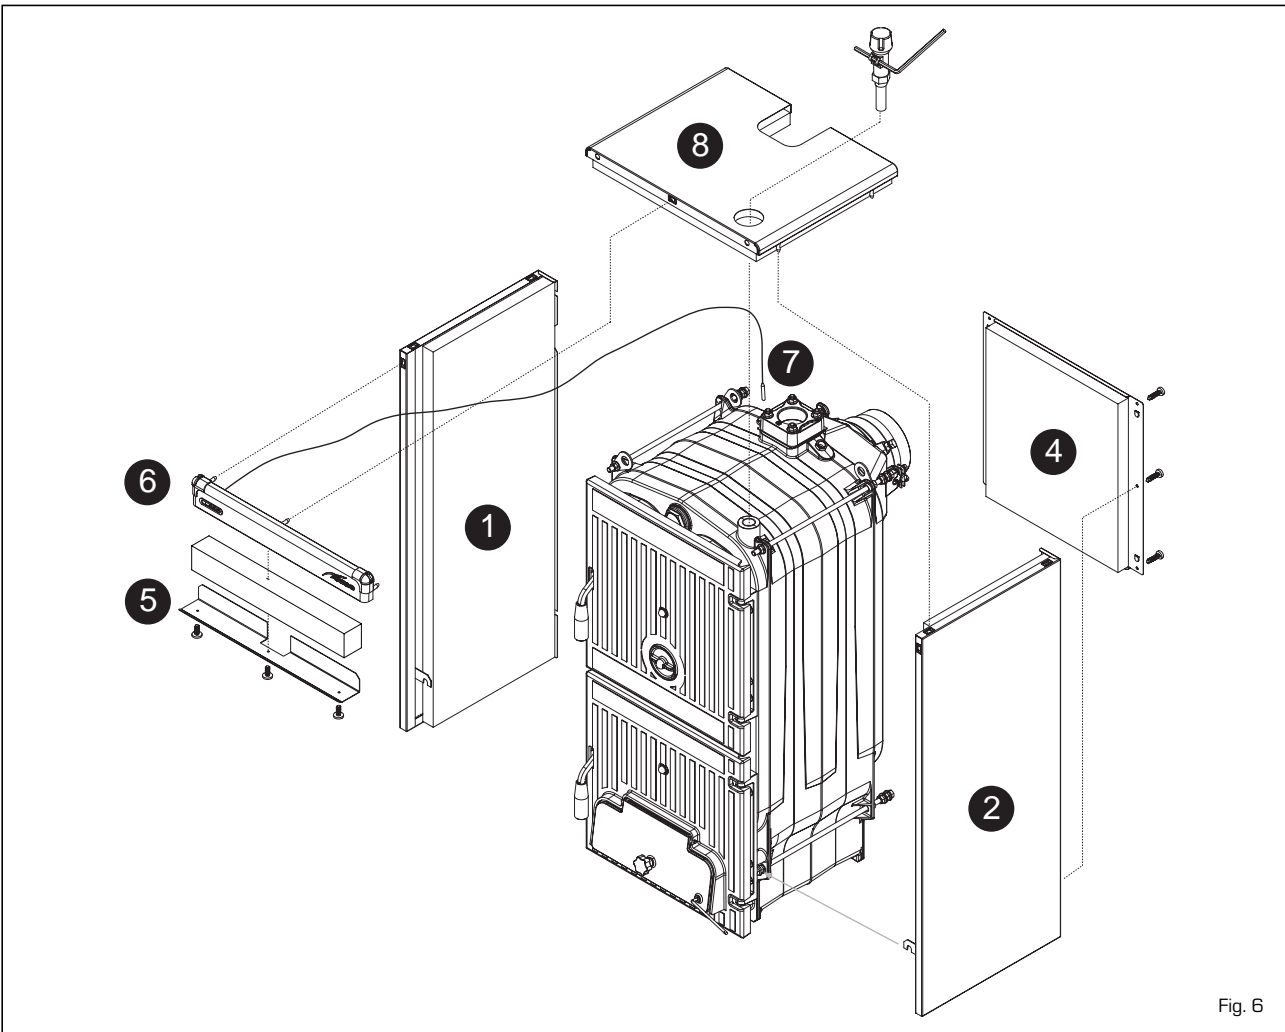

Fig. 6
- Fije la palanca M6 (3) al cierre del aire poniéndola en sentido horizontal hacia la derecha. La palanca tiene en el extremo un orificio sobre el cual se conectará luego la cadena del regulador termostático.
4.5 MONTAJE DEL REVESTIMIENTO (fig. 6)